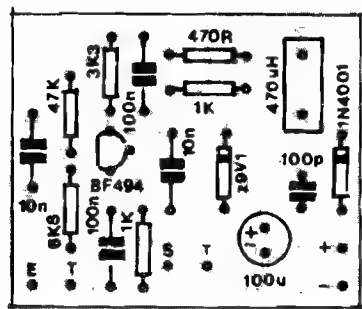

Fig. 3
- FIG. 3 - CHAPEADO DA MONTAGEM - Em APE chamamos de "chapeado" à vista real dos componentes posicionados sobre a face não cobreada da placa de Circuito Impresso (para facilitar ao máximo a interpretação, o desenho é sempre mostrado